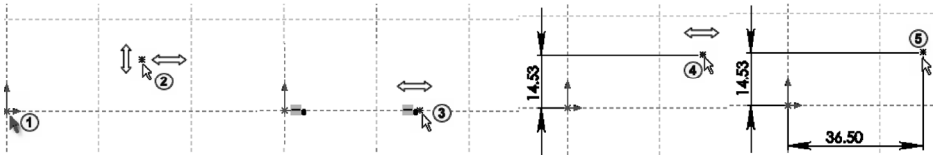

图 2-1 点的自由度
点包括平面上任意的草图点、线段端点、圆心点或图形的控制点等。坐标原点（3 个坐标平面的共有点）是系统默认的固定点，如图 2-1 中①所示。其他没有任何限制的点可以沿水平方向和垂直方向任意移动，如图 2-1 中②所示。若要限制点的移动，可以添加水平约束
或标注垂直方向的尺寸（点只能沿水平方向移动），如图 2-1 中③④所示；若同时标注垂直和水平方向的尺寸，则点被固定，自由度为 0，如图 2-1 中⑤所示。